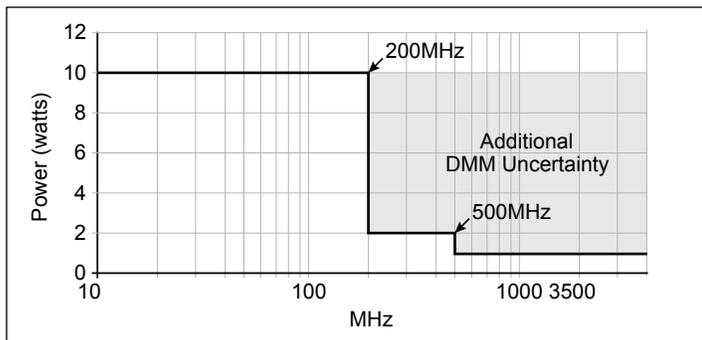

图2 7711型开关模块每通道功率和频率关系
- 在某些应用中,应当考虑7711型电缆的功率处理能力。图2给出在保持数字多用表(DMM)精度时,其传输的最大功率数量。虽然可以使用高达10 W的功率电平,但这可能带来测量误差。